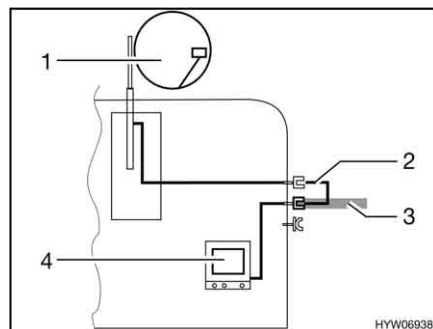

Fig. 153 TV dans le véhicule
- TV dans le véhicule (Fig. 153,4) : Raccord à l'antenne sur le toit (Fig. 153,1) avec câble d'alimentation (Fig. 153,2)
- TV dans le véhicule (Fig. 153,4) : Raccord à l'antenne extérieure (Fig. 153,3)